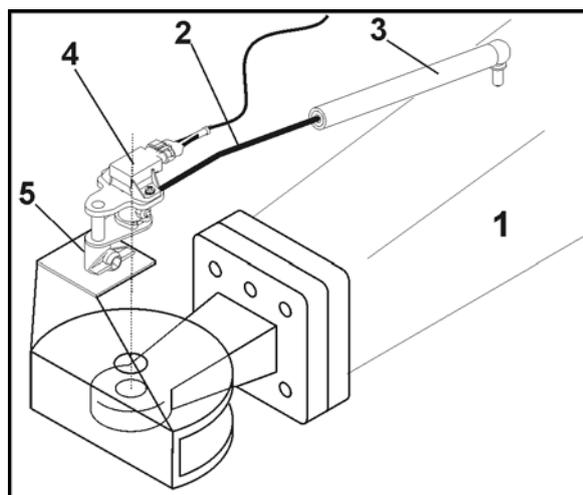

Рис. 43
- **Дышло типа Hitch** Дышло для крюка типа "Hitch" (Рис. 43) закрепляется в сцепном крюке трактора ("Hitch").